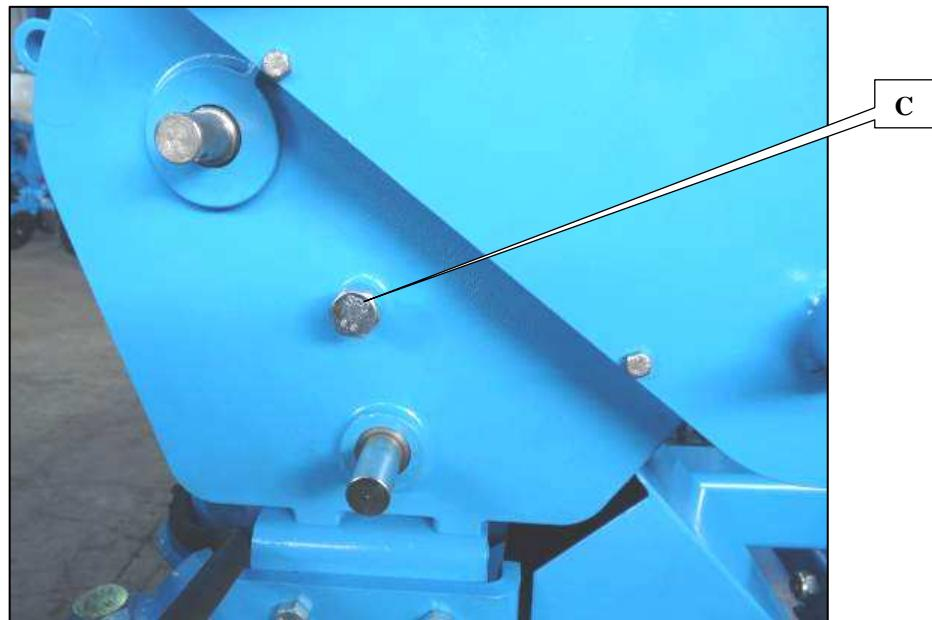

Fig. 2
Questa regolazione viene effettuata con un dado (D fig. 2), a seminatrice sollevata.
-Regolazione dei raschiatori, 2 esterni (E fig. 2) e 2 interni (F fig. 2).
Per regolarne la posizione, sollevare la seminatrice, allentare la vite (G fig. 2), far scivolare il raschiatori fino ad andare a sfiorare il disco e riavviare.
- Graisser le variateur par l'orifice (C fig. 2). Lubrifier avec une huile en bombe aérosol à base de téflon pour la lubrification.
- Grease the variator via the port (C fig. 2). Use a synthetic lubricant in a pressurised spray can.